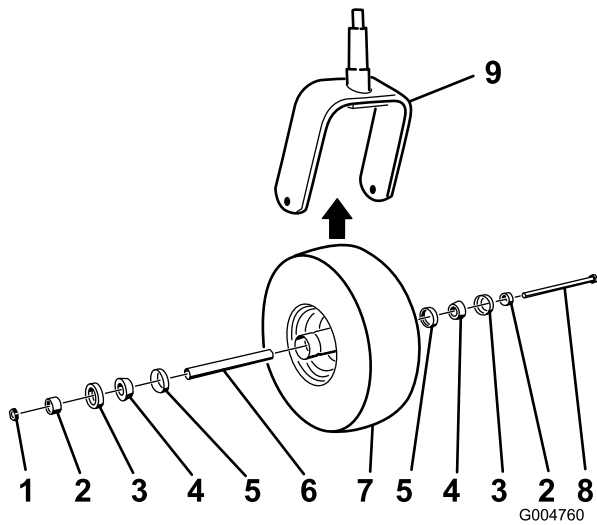

図 50
2. キャスタホイール・アセンブリをキャストフォークに保持しているボルトからロックナットを外す（図 50）。
5. コーンベアリングにグリスをパックし、ベアリングとシールをホイールハブに入れ、図 50 に示すようにキャスタホイールを組み付ける